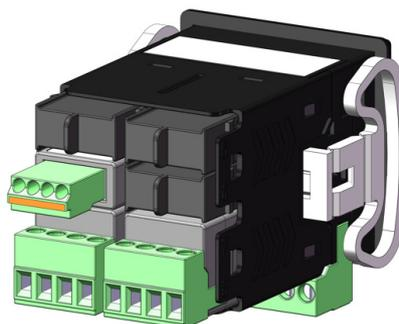

Figure 10 – Protection des slots
- **Thermocouples** : La Figure 10 indique comment raccorder les capteurs de thermocouple. S'il est nécessaire de rallonger les fils des thermocouples, on doit utiliser des câbles de compensation appropriés.